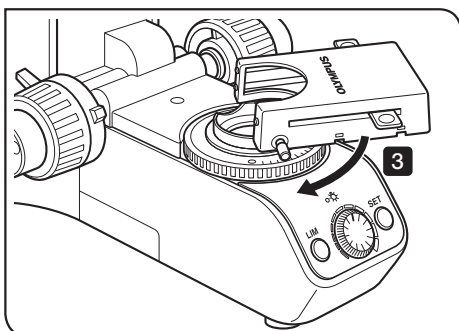

Fig. 16
- 3 Rode a cassette de filtros para alinhar os respectivos lados com a base. (fig. 16)